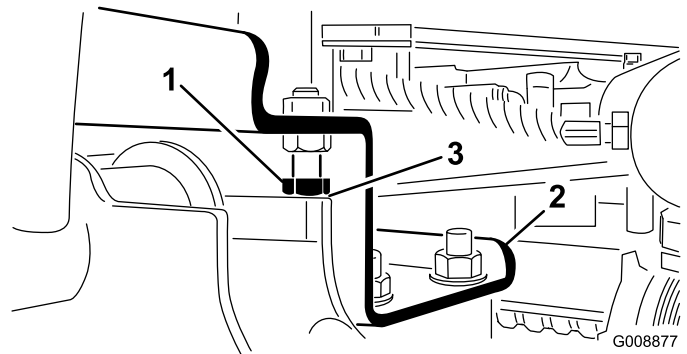

図 26
- A. ストップボルトを戻して、シリンダを調整して必要なすき間を作る（図 26）。
- 2. 各昇降アームとストップボルトとの隙間が 0.13-1.02 mmの間にあるかどうか点検する(図 26)。